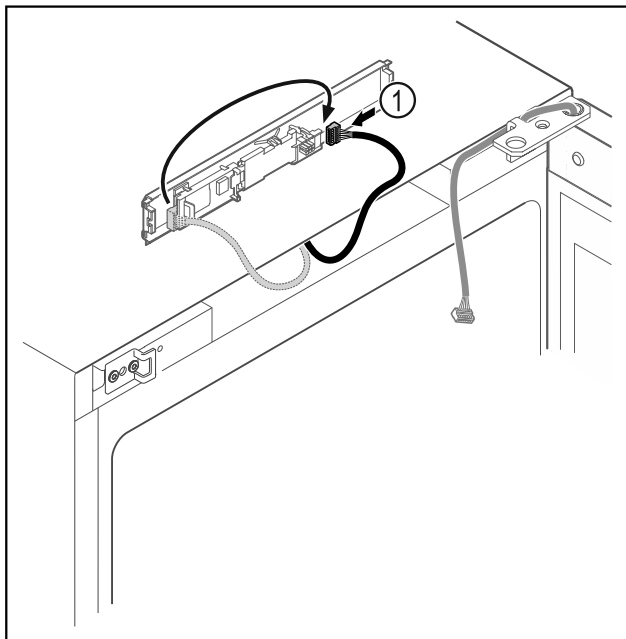

Fig. 17
- ▶ Ponovno spojite utikač Fig. 17 (1) na tiskanu pločicu.